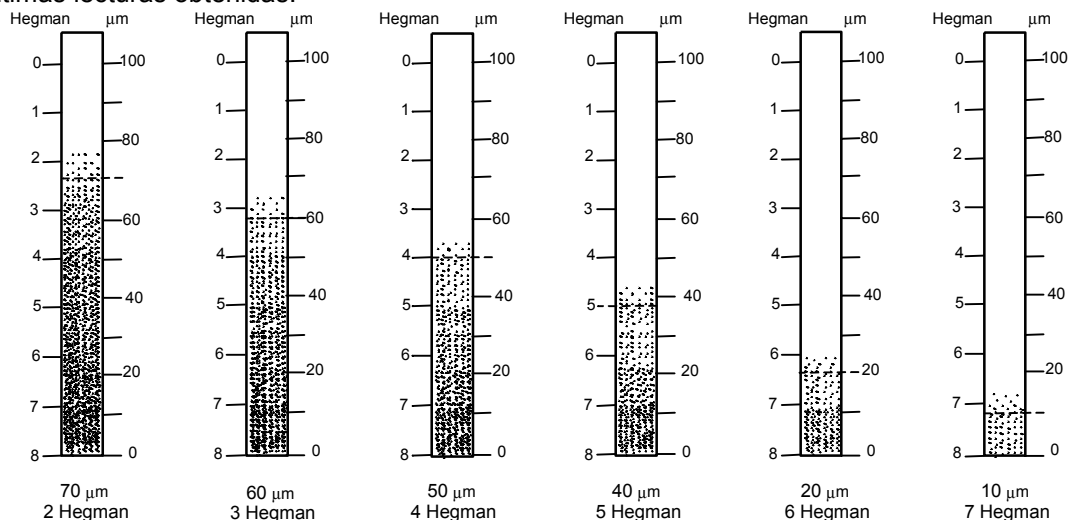

FIGURA 4.- Esquema de varios patrones típicos de comparación para la finura
- F.6. Para interpretar la finura de la pintura se pueden emplear como referencia, patrones de comparación como el mostrado en el esquema de la Figura 4, que representa grados de finura típicos de algunas pinturas. Estos patrones tienen el propósito de establecer una relación fija entre la distribución de las partículas y el número que indica la finura. La línea punteada a través de la ranura, en cada patrón, representa la frontera de más alta concentración de partículas de mayor tamaño. Los patrones indican divisiones a cada 10 μm , desde 10 μm hasta 70 μm , ya que en la práctica las pinturas normalmente quedan dentro del rango de estos patrones.